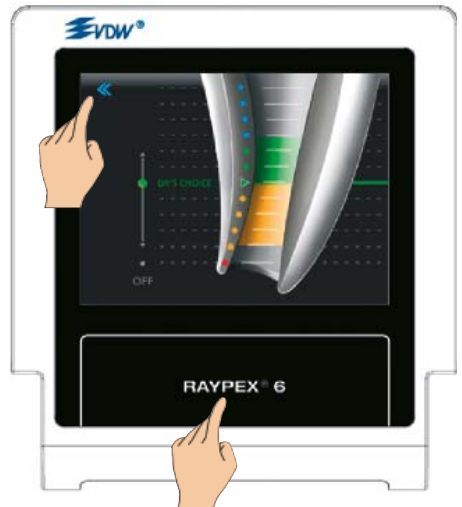

Fig. 26 Sortie de DR'S CHOICE
- Pour sortir du menu DR'S CHOICE, appuyez sur la flèche de retour ou sur l'icône RAYPEX® 6 "Accueil" (Fig. 26).